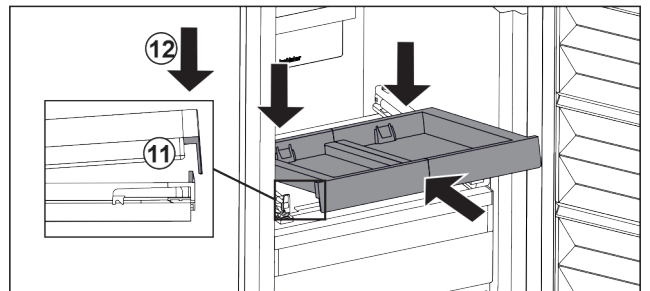

Fig. 104
- ▶ Inerați-l oblic. Aveți în vedere ca opritorul să fie în spatele lamei pe ambele părți. Fig. 104 (11)
- ▶ Depuneți raftul extractibil în față. Fig. 104 (12)